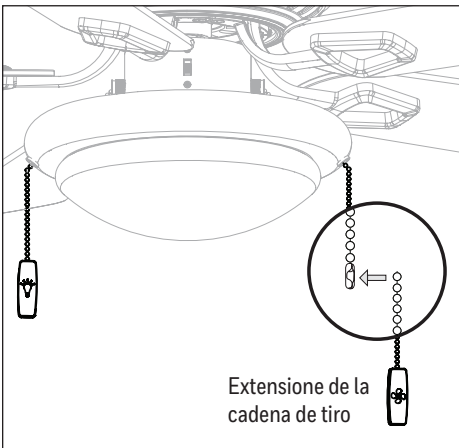

Figure 4.10
10. Sujete las extensiones de la cadena de tiro a las cadenas de tiro. **Nota:** cuando esté enfrente del interruptor de reversa, la cadena de tiro para el ventilador se encuentra a la derecha y la de las luces se encuentra a la izquierda (Figure 4.10).